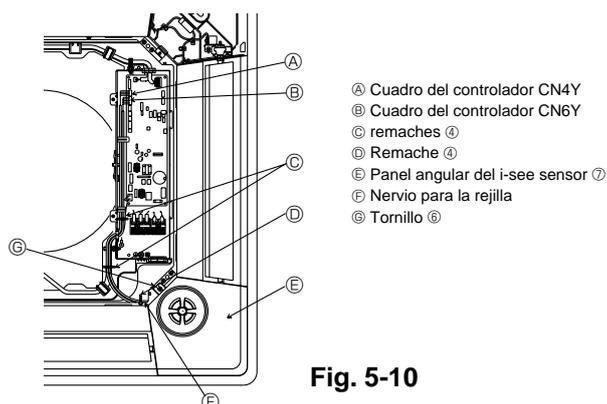

Fig. 5-10
5.6 Instalación del panel angular del i-see sensor (Fig. 5-10)